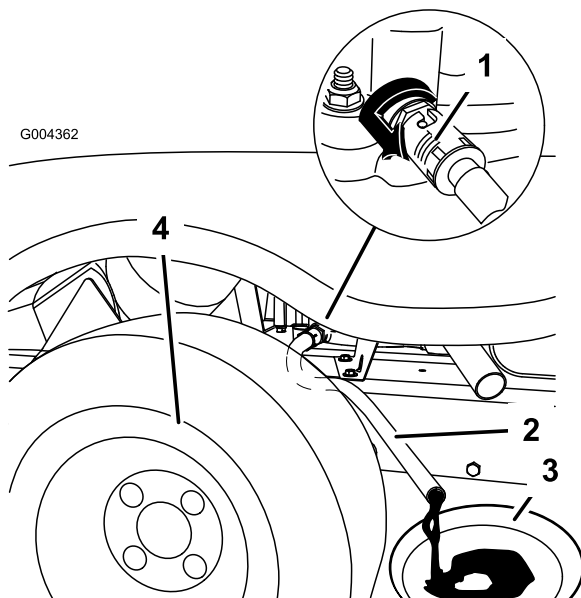

Figura 36
6. Coloque un recipiente debajo del tubo de vaciado. Abra la válvula de vaciado para que se drene el aceite (Figura 36).
8. Retire el tubo de vaciado (Figura 36).